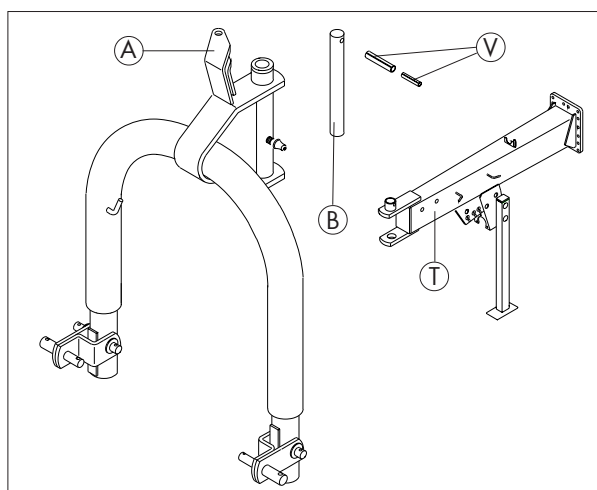

Bild 3-4
Den Anbauträgerbock (A) mit dem Bolzen (B) und den beiden Spannsteifen (V) am Längsträger (T) montieren (Bild 3-4). Verwenden Sie hierfür den Inhalt des Beutels U.